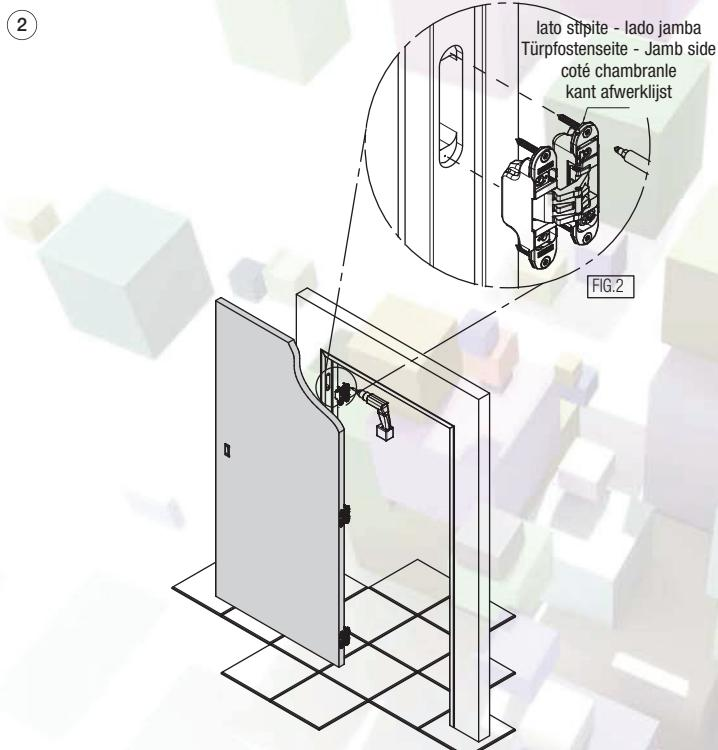

FIG.2
- ① Montare la porta sullo stipite alloggiando le cerniere nelle rispettive fessure (fig.2). Fissare le cerniere con le apposite viti.
- ② Instalar la puerta en el marco, alojando las bisagras en los correspondientes mecanizados (fig. 2). Fijar las bisagras con los tornillos.
- ③ Das Türblatt an der Zarge anbringen und die Türbänder in die jeweiligen Fräslungen einsetzen (Abb. 2). Die Türbänder mit den dafür vorgesehenen Schrauben befestigen.
- ④ Fix the door leaf to the jamb and insert the hinges into the millings (see picture 2). Fix the hinges with the specific screws.
- ⑤ Fixer la porte au chambranle en logeant les charnières dans les fentes respectives.
- ⑥ Monteer het deurblad in de omkasting door de scharnieren in de passende uitfrezingen te plaatsen. (fig.2) bevestig de scharnieren met de gepaste schroeven.